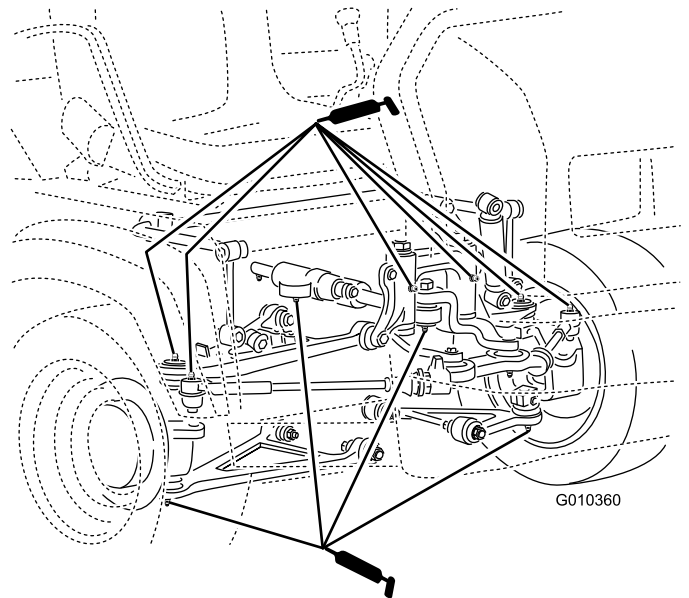

Bild 29
- **Kugelgelenke(4)**; siehe Bild 29
- **Spurstangen (2)**; siehe Bild 29
- **Schwenkhalterungen (2)**; siehe Bild 29
- **Lenkzylinder (2)**; siehe Bild 29